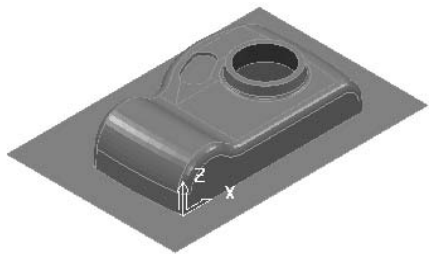

图 2-91 打开范例文件
2) 选择下拉菜单中的“文件”→“范例”命令,弹出“打开范例”对话框,选择“camera.ttr”(“随书光盘: \第 2 章 \exercise12\uncompleted\camera.ttr”)文件,单击“打开”按钮即可,如图 2-91 所示。